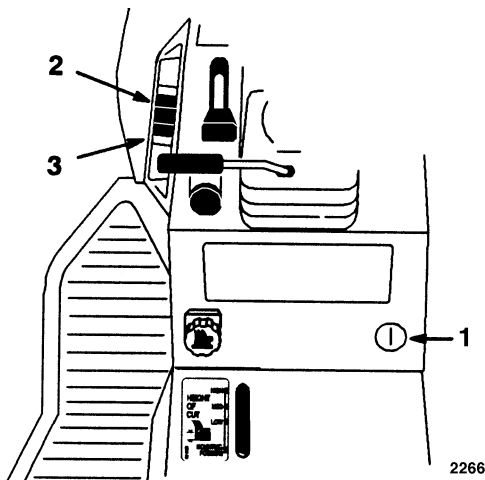

Bild 9
Der Krafthub für Zubehör (Option für gewisse Modelle) (Bild 9) dient dem Anheben und Absenken von Zubehör.
1. Den Zündschlüssel entweder auf EIN oder LAUF drehen (Bild 9).
2. Den Hubschalter in Richtung AUF schieben, um den Zubehörhub anzuheben (Bild 9). Dadurch wird das Zubehör angehoben und hoch oder in angehobener Stellung gehalten.
2. Den Hubschalter in Richtung AB schieben, um den Zubehörhub abzusenken (Bild 9). [Translator's note. The next sentence is superfluous].
Die Höheneinstellung (Bild 9) beschränkt die Bewegung von Werkzeugen nach unten. Das Höheneinstellrad wird zum Ändern des Anschlags nach oben oder unten gedreht.
1. Den Werkzeughubhebel anheben; siehe Werkzeug anheben. In der angehobenen Stellung läßt sich das Höheneinstellrad (Bild 9) zum Ändern des Anschlags drehen. Zum Anheben im Uhrzeigersinn drehen, im Gegenuhrzeigersinn, um die Werkzeughöhe zu reduzieren.
2. Die Höhenanzeige (Bild 9) gibt die Änderung der Werkzeughöheneinstellung während der Einstellung auf- oder abwärts an.